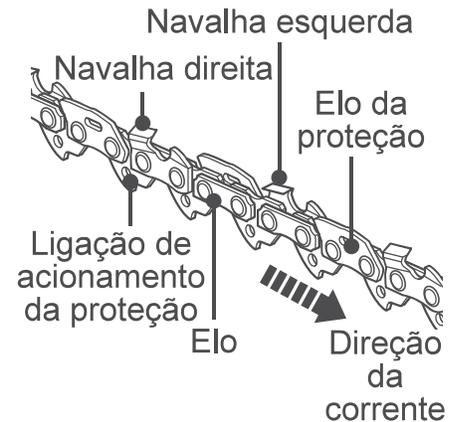

Fig. 49
**NOTA:** nunca efetue cortes com uma corrente romba. Pode verificar que a corrente (10) está romba se tiver de empurrar o produto na direção da árvore e as lascas forem muito pequenas.
1. Solicite o afiamento da corrente (10) a um centro de assistência autorizado ou trate desta tarefa pessoalmente utilizando um conjunto de afiamento adequado. Respeite também as instruções de afiamento fornecidas com o kit de afiamento.
**AVISO!** Apenas afie a corrente (10) caso tenha formação e experiência para o fazer! Utilize as ferramentas adequadas para afiar a corrente!
2. A diferença de altura entre o dente e o rebordo é a profundidade de corte. Quando afiar a corrente (10), tem de ter em consideração os seguintes pontos (Fig. 49).